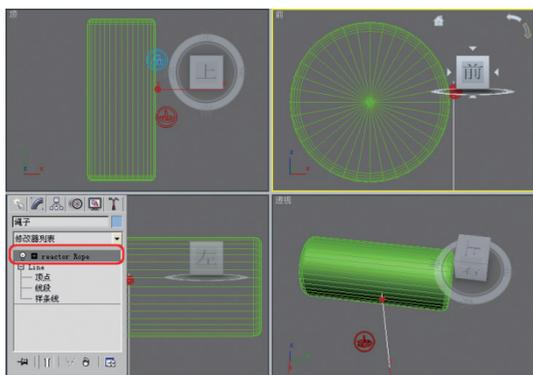

图9-99 添加reactor Rope修改器
**03** 选择“绳子”，展开【修改器列表】下拉菜单，选择其中的reactor Rope修改器，如图9-99所示。